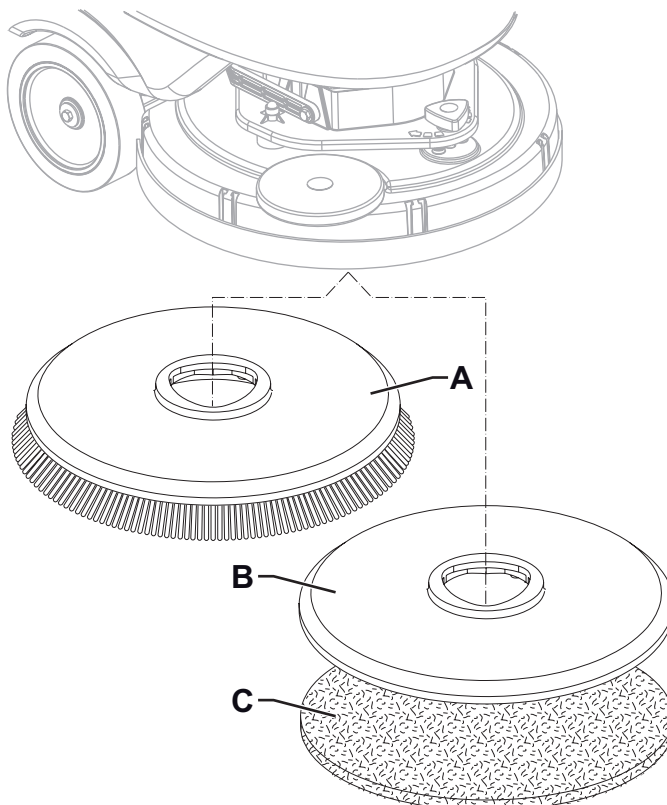

Figure 2
1. Sur la machine, et la brosse (A, Fig. 2) et le plateau support disque (B) avec disque (C) peuvent être installés, en fonction du traitement à effectuer sur le sol.
2. Positionner la brosse (A) ou le plateau support disque (B) sous la tête (26).
3. Insérer la clé de l'opérateur (52) dans le lecteur de clé (41), puis appuyer sur le bouton-poussoir (42) pour démarrer la machine.
4. Porter à la vitesse d'avance au minimum en appuyant sur le bouton de tortue (46).
5. Appuyer sur le bouton-poussoir One-Touch (43) pour abaisser la tête sur la brosse.
6. Pour accrocher la brosse, appuyer le paddle (2), puis le relâcher. Si besoin est, répéter la procédure jusqu'à l'accrochage de la brosse.